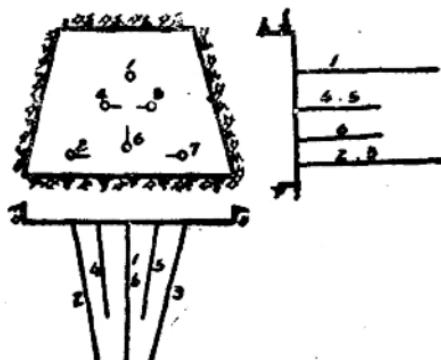

图5 三角锥形6米深孔掏槽炮眼布置
5. 三角錐形6米深孔掏槽(图5): 适用于煤层中硬、缓倾斜沿底板掘进、断面不大的巷道中。